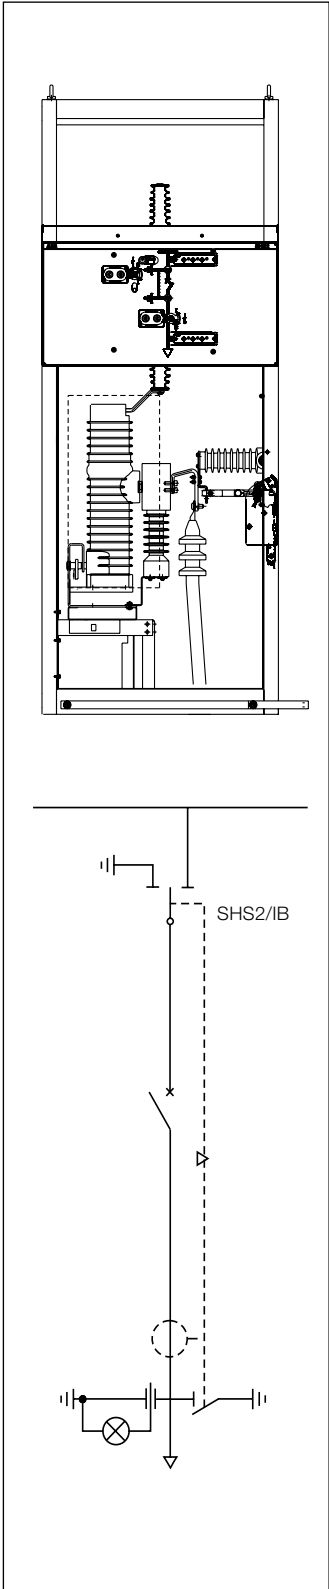

Fig. 5 - UniMix P1F
- **SHS2/IB:** sectionneur de ligne à trois positions et sectionneur de terre espacé, verrouillés, avec commande manuelle à manœuvre dépendante. Il est normalement utilisé pour réaliser des compartiments arrivée/départ avec disjoncteur fixe (Fig. 5).